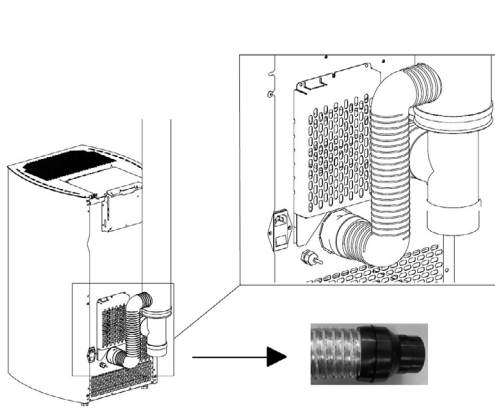
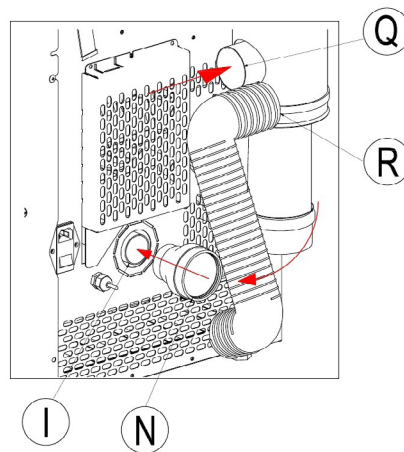
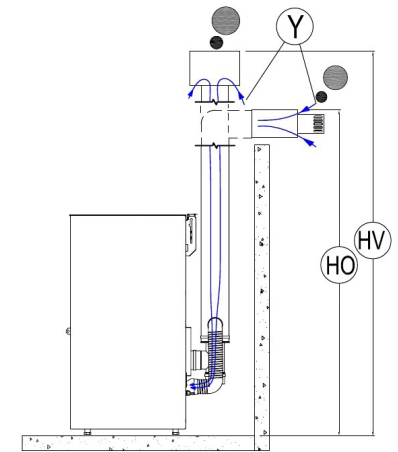

Fig. 9 - Flexibler Schlauch
Fig. 10 - Anschlüsse
Fig. 11 - Anschlüsse Rauchabzugsrohr
- Anschlussstück N auf das Lufteinlassrohr I setzen (siehe **Fig. 9 auf S. 12** und **Fig. 10 auf S. 12**). N mit Q unter Verwendung eines flexiblen Schlauchs mit einer Temperaturbeständigkeit von 100°C (empfohlen ein flexibler Aluminiumschlauch) verbinden.
- Max. zulässige Höhe bei Rauchabzugsrohr mit vertikalem Abzug (Dach) HV = 6m (siehe **Fig. 11 auf S. 12**).
- Max. zulässige Höhe bei Rauchabzugsrohr mit horizontalem Abzug (Wand) HO = 2,6 m (siehe **Fig. 11 auf S. 12**).
LEGENDE Fig. 10 auf S. 12 - Fig. 11 auf S. 12